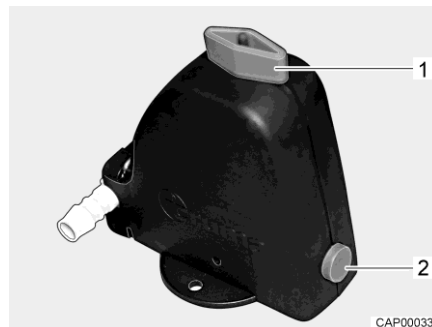
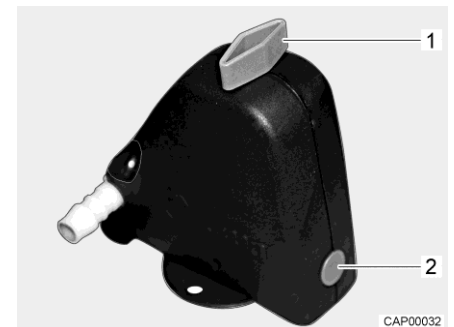

Fig. 116 Valvola di sicurezza/di scarico aperta
Fig. 117 Valvola di sicurezza/di scarico chiusa
- Chiudere la valvola di sicurezza/di scarico. A tal fine ruotare la manopola (Fig. 116,1) trasversalmente rispetto alla valvola di sicurezza/di scarico e premere verso l'interno il bottone automatico (Fig. 116,2). La valvola di sicurezza/di scarico chiusa è rappresentata in Fig. 117. Con temperature inferiori a 6 °C non è possibile chiudere la valvola di sicurezza/di scarico.